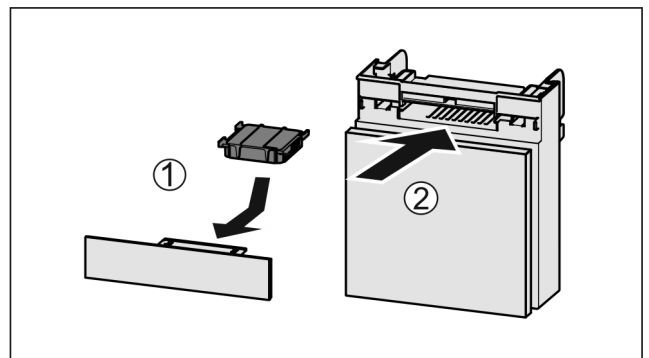

Fig. 42
- ▶ Filtr s aktivním uhlím vložte podle vyobrazení Fig. 42 (1).
- ▶ Zásuvku zasuněte Fig. 42 (2).